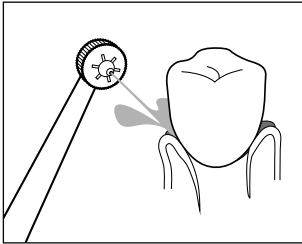
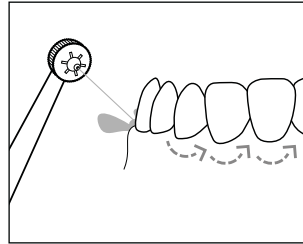

Fig. 8
Fig. 9
- ◆ Para la limpieza, dirija el chorro de agua hacia los espacios interdentes y los bordes de los dientes. Sostenga el cabezal **2** de forma que el chorro de agua pueda eliminar los restos de comida de la encía (consulte la fig. 8). Mueva el cabezal **2** lentamente a lo largo de los bordes de los dientes de un espacio interdental al siguiente (consulte la fig. 9). Limpie de esta manera todas las caras exteriores e interiores de los dientes.